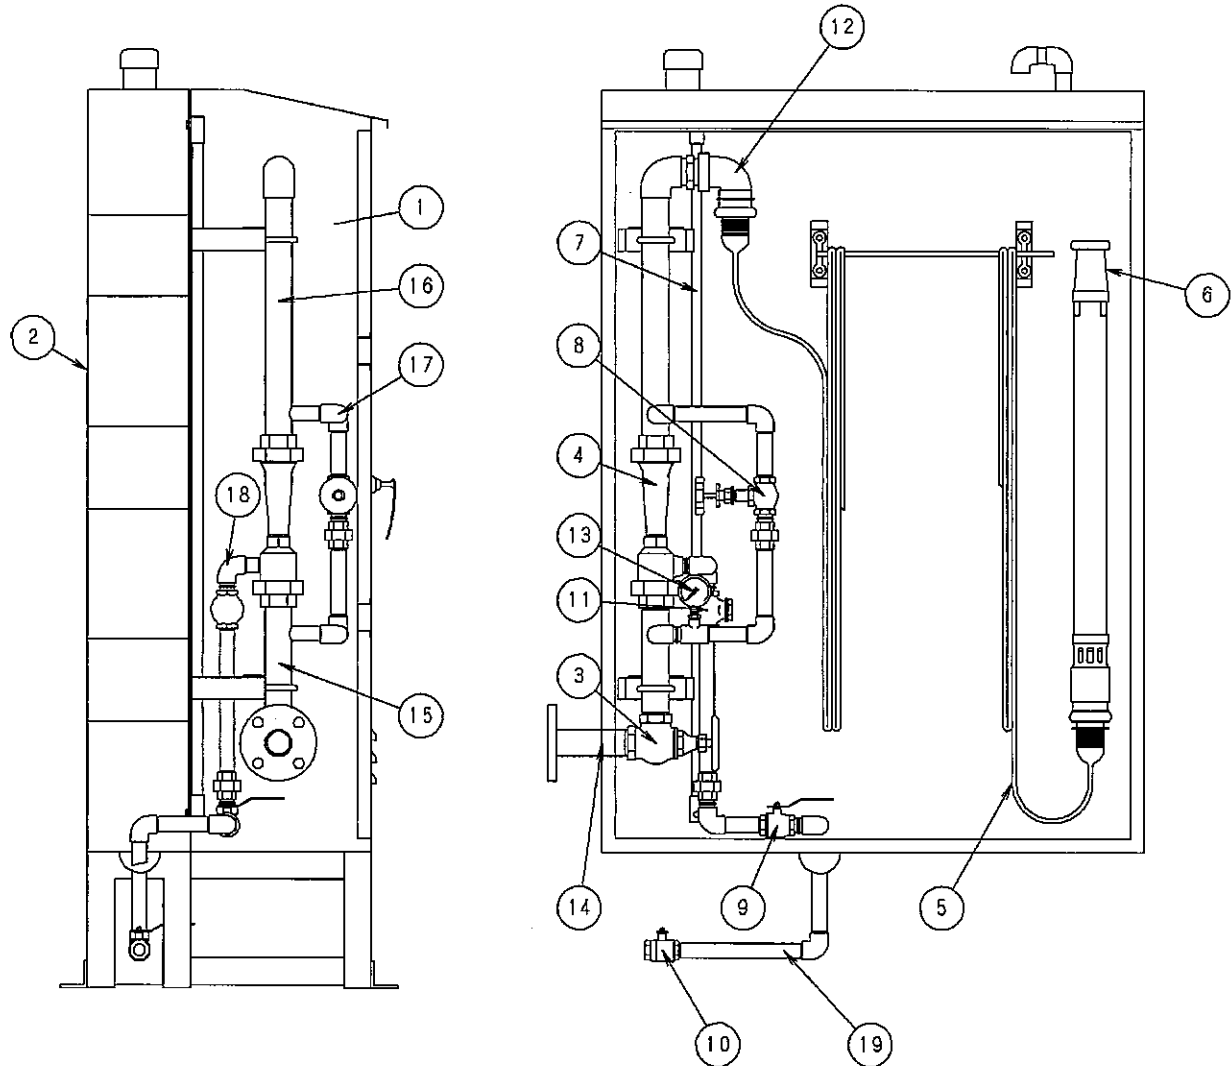
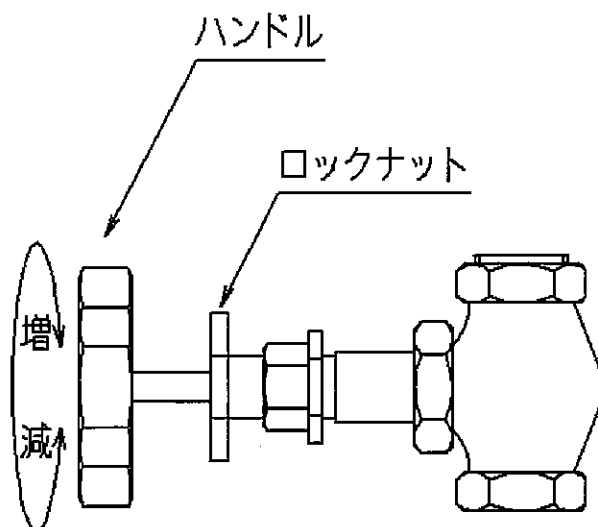

図 1. FHB 型泡消火栓構成図
図2、混合調整弁
F H B 型泡消火栓の操作方法、混合率の調整方法を図 1 及び図 2 により説明します。
4.1 操作方法（図1参照）
4.2 混合率の調整（図2参照）
4.3 停止方法（図1参照）
5.1 運転停止後の処置（図1参照）
6.2 日常点検（図1参照）